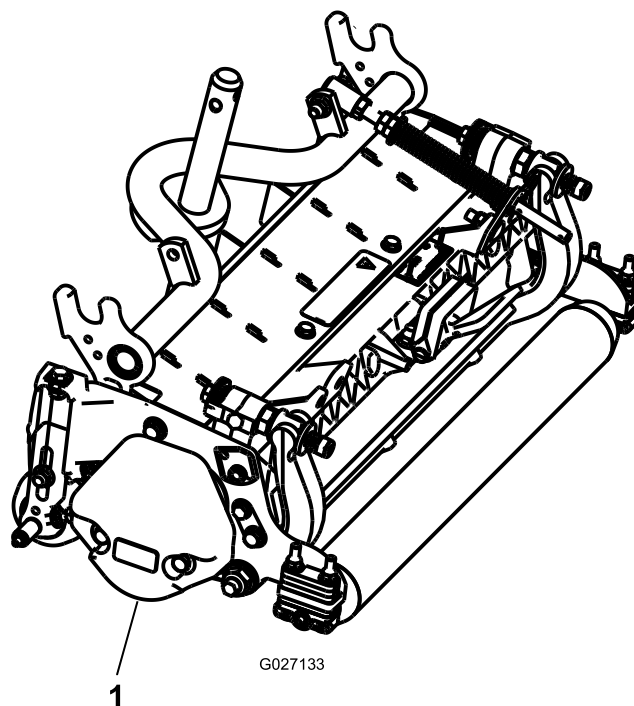

Figura 3
3. Certifique-se de que o contrapeso (Figura 3) está instalado na extremidade adequada da unidade de corte conforme descrito nas *Instruções de instalação* do kit do contrapeso.